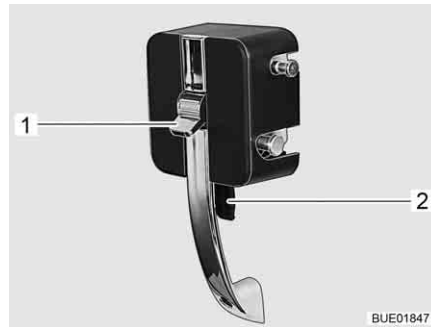

Fig. 39 Serrure de la porte cellule, à l'intérieur
*Ouvrir :* ■ Appuyer sur le levier (Fig. 39,2).
*Verrouiller :* ■ Pousser sur le curseur (Fig. 39,1), vers le haut. Un repère rouge est visible.